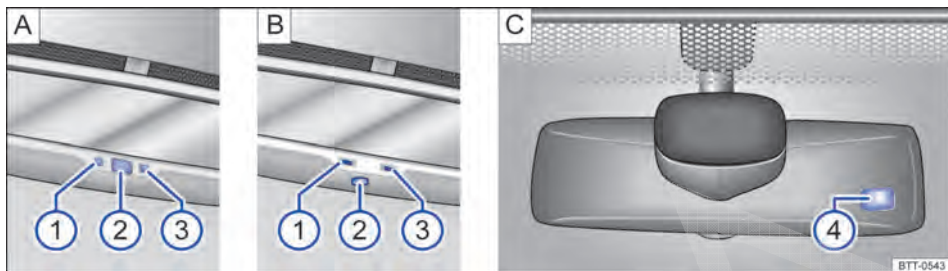

Fig. 107 No para-brisa: espelho retrovisor interno com antiofuscante automático.
Legenda para Fig. 107:
- ① Luz de controle.
- ② Interruptor.
- ③ Sensor para reconhecer a incidência de luz por trás.
- ④ Sensor para reconhecer a incidência de luz pela frente.
O antiofuscamento automático pode ser ligado e desligado com o interruptor no espelho retrovisor interno $\Rightarrow$ Fig. 107 A ② ou $\Rightarrow$ Fig. 107 B ②. Com o antiofuscamento automático ligado, a luz de controle $\Rightarrow$ Fig. 107 A ① ou $\Rightarrow$ Fig. 107 B ① se acende.